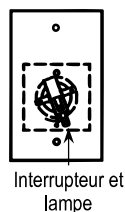

Fig. 2
1. Avec un minimum de force, tourner l'interrupteur et lampe assemblage vers la gauche approx. 20° (voir la Fig. 1), et puis enlever du tube noir (voir la Fig. 2).